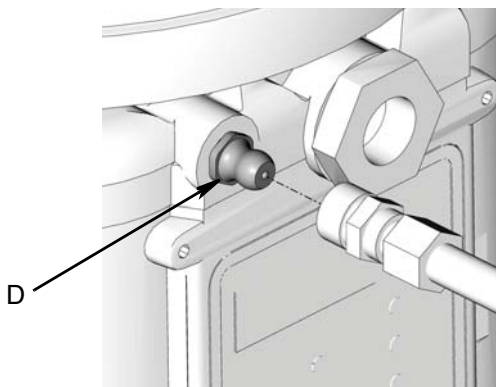

FIG. 19
- Pulire sempre il raccordo (D) (FIG. 19) con un panno asciutto pulito prima di riempire il serbatoio. Sporco e/o detriti possono danneggiare la pompa e/o il sistema di lubrificazione.
1. Collegare il flessibile di riempimento al raccordo d'ingresso (FIG. 19).